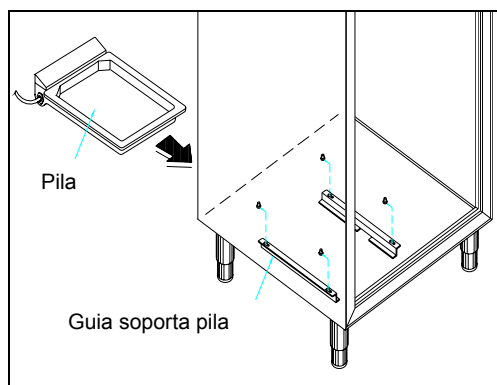

Fig. 3 (vea alegado 4 .1)
- Meta en sus guías, ubicadas en la parte inferior del frigo, la tina descargada de condensa y por las máquinas que montan la tina automática colege el conector. **(Fig. 3)**